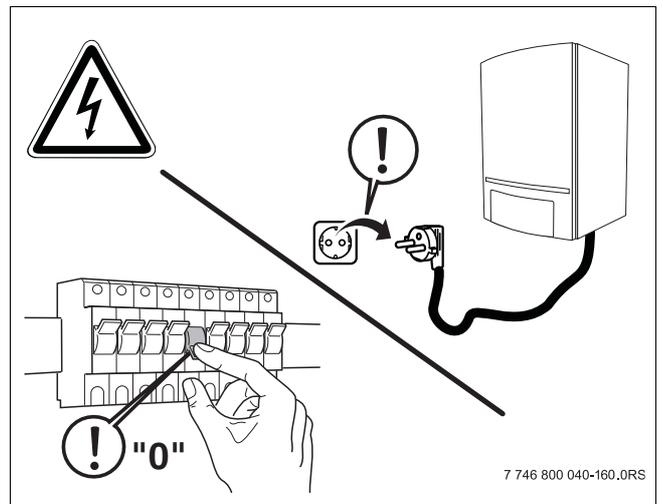

Bild 79 Heizungsanlage stromlos schalten
- ▶ Die Heizungsanlage mit dem Heizungsnotschalter stromlos schalten (→ Bild 79) oder die Heizungsanlage über die entsprechende Haussicherung vom Stromnetz trennen.